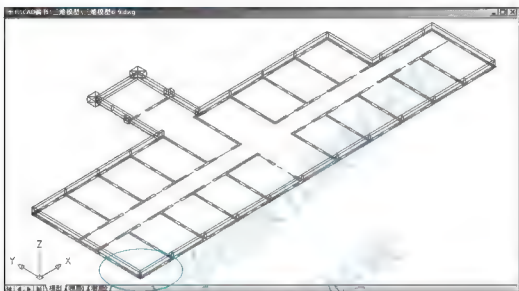
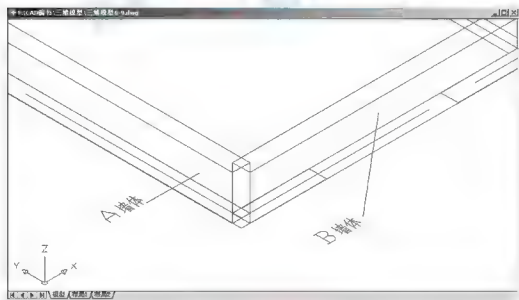
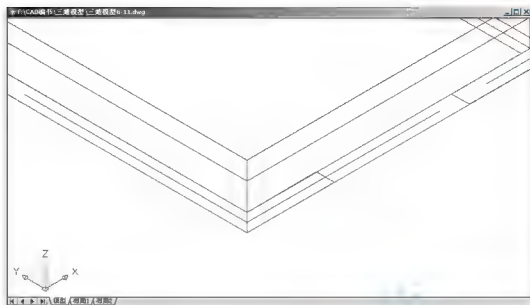

图 6.9 生成勒脚墙体
图 6.10 墙的转角处
图 6.11 连接转角处的墙体
(5) 用相同的方法生成其他勒脚部分的墙体, 结果如图 6.9 所示。
(6) 将图 6.9 内所圈定的部分放大, 结果如图 6.10 所示, 可以发现在建筑的转角处存有缺口, 需用多段线编辑命令将转角两侧的墙体连接在一起。
(7) 输入“PE”后按 Enter 键, 启动编辑多段线。
① 在选择多段线或 [多条 (M)]: 提示下, 选择图 6.10 内的 A 墙体。
② 在输入选项 [闭合 (C)/ 合并 (J)/ 宽度 (W)/ 编辑顶点 (E)/ 拟合 (F)/ 样条曲线 (S)/ 非曲线化 (D)/ 线型生成 (L)/ 放弃 (U)]: 提示下, 输入“J”后按 Enter 键。
③ 在选择对象: 提示下, 选择图 6.10 内的 B 墙体, 按 Enter 键结束命令, 结果如图 6.11 所示。